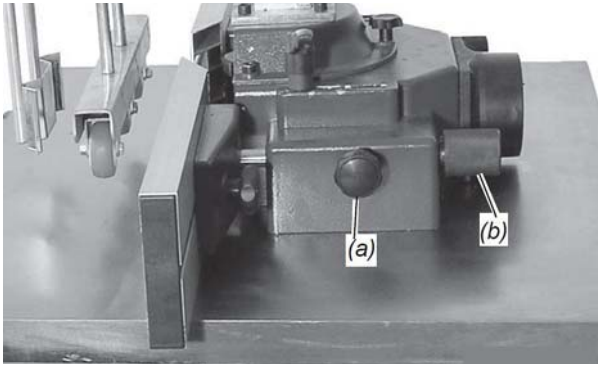

Abb. 33: Anschlag einstellen
Schritt 2: Die Klemmschraube M8x25 (a) (Abb.33) lösen und die gewünschte Position des Anschlags mit Schraube (b) einstellen.